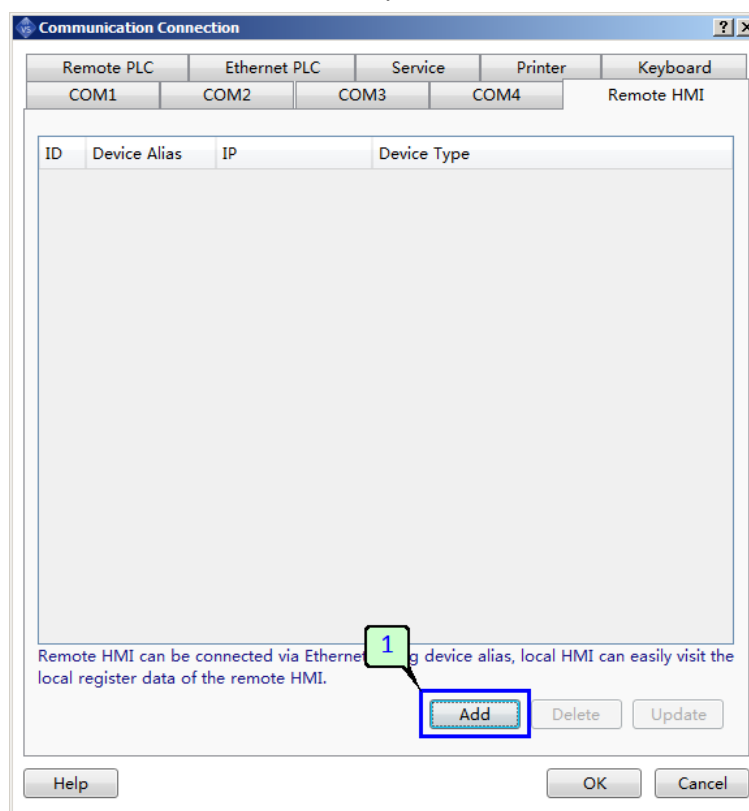

Рисунок 84 - Добавление нового подключения HMI
1. Для добавления нового подключения нажмите кнопку "Добавить" в нижней части окна настроек (рисунок 84).